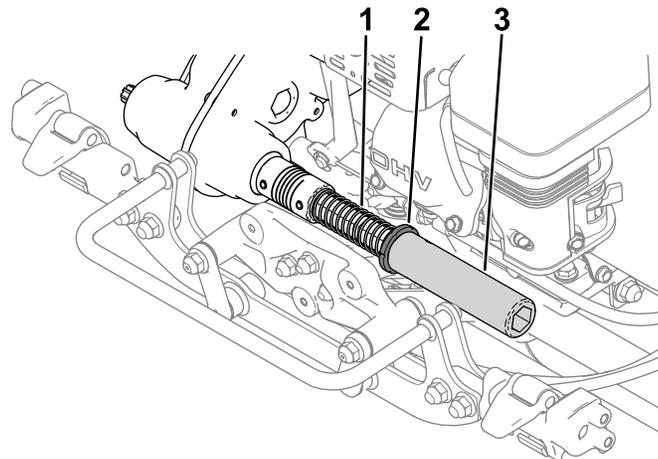

图 3
2. 将弹簧、锁止环和六角管道安装到变速箱联轴器轴 图 3。